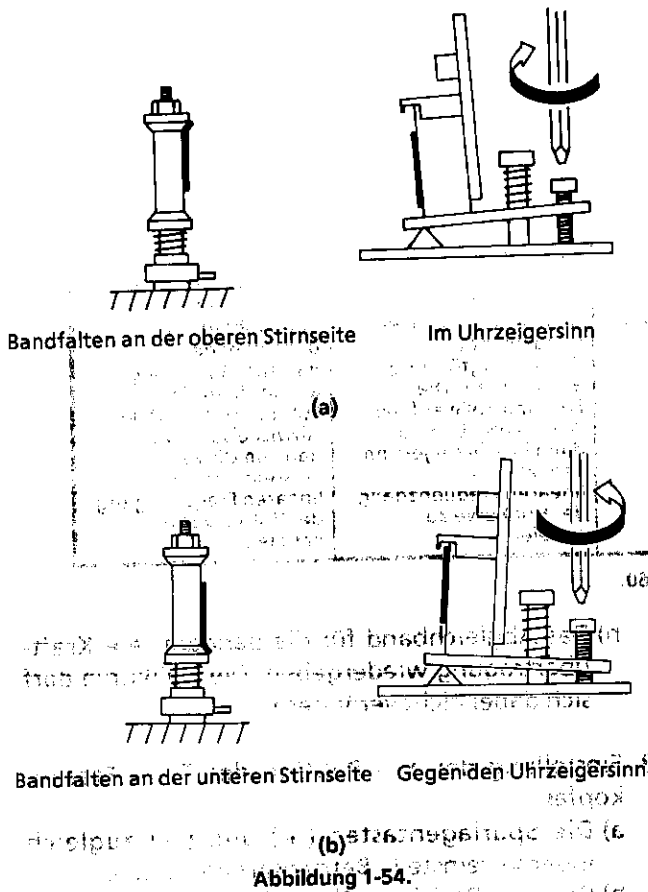

Abbildung 1-54.
- 1) Bandfalten an der oberen Stirnseite: Die Einstellschraube im Uhrzeigersinn drehen (siehe Abb. 1-54 (a).)
- 2) Bandfalten an der unteren Stirnseite: Die Einstellschraube gegen den Uhrzeigersinn drehen (siehe Abb. 1-54 (b).)